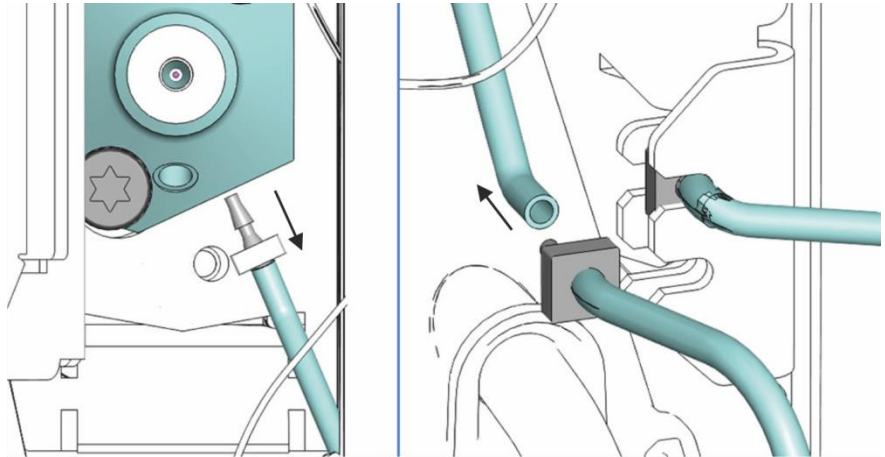

图54：交互连接密封清洗出口管路
- 4) 将管道连接器从右机壳框架的密封清洗出口拉出（见 图 54）。将管道连接器引向计量装置头的密封清洗出口管路。管道连接器另一端的密封清洗管路仍可连接。
- 6) 将密封清洗管路从剂量装置头连接到右机壳框架上的管道连接器的自由端（密封清洗出口）。将管道连接器与管路推入支架（见 图 54）。